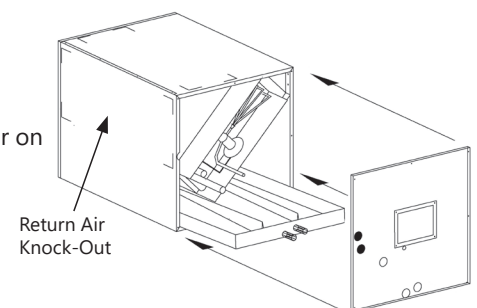

Fig. 11
- 8) Replace front door on module. (Fig. 11)